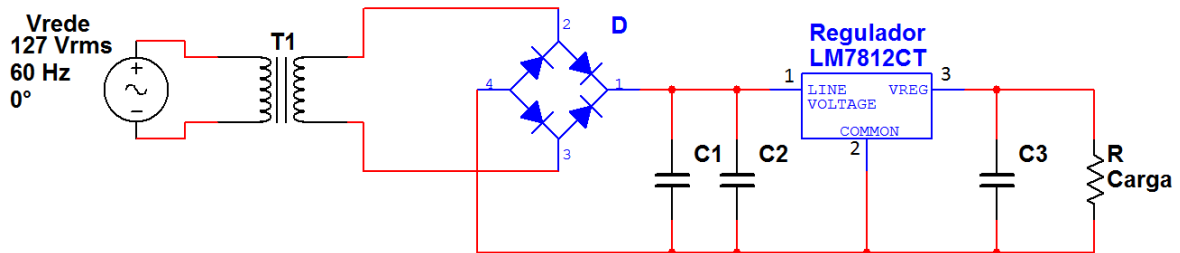

Figura 82: Regulador de tensão 7812
- Monte o circuito apresentado na Figura 82.